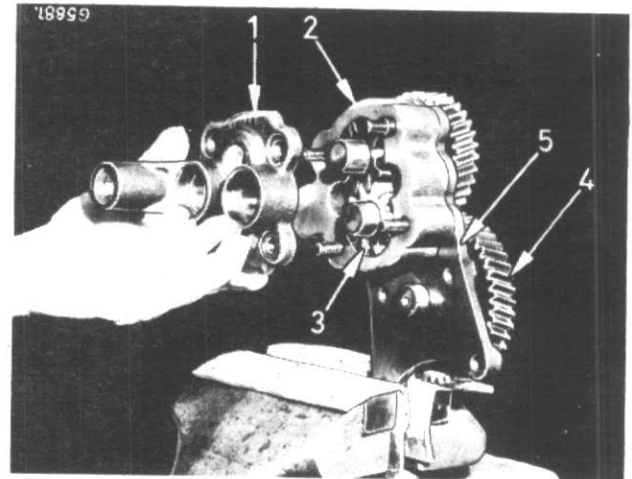
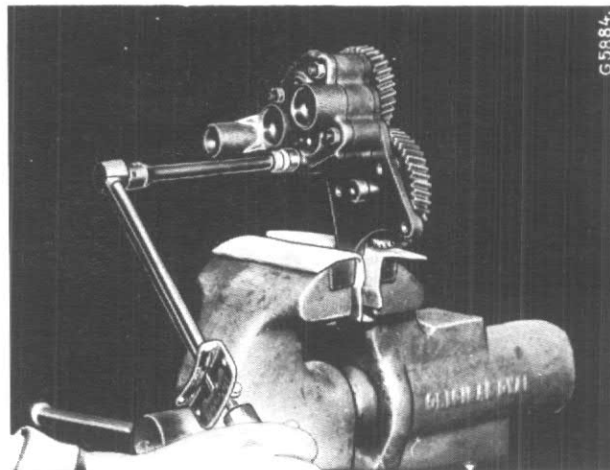

Figure 172
Figure 176
Enlevez le couvercle (1), le corps de pompe (2) et le pignon fou (3), fig. 172.
Installez le pignon (3) fig. 172 et remontez la pompe à huile comme indiqué sur la fig. 176.